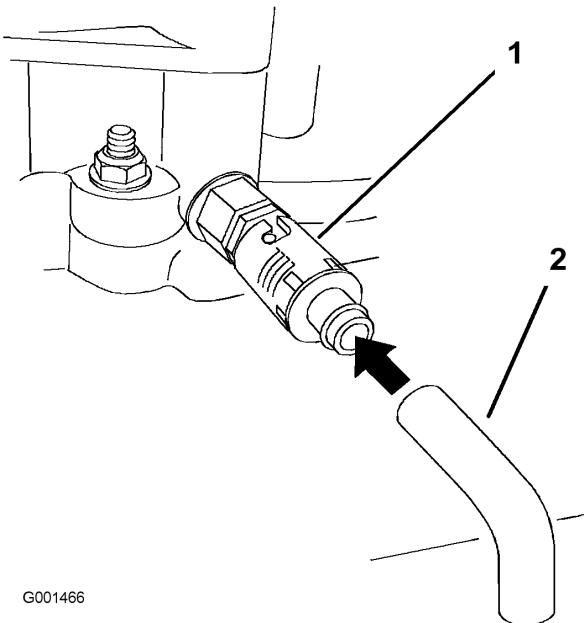

Figura 28
6. Coloque un recipiente debajo del tubo de vaciado. Gire la válvula de vaciado para que se drene el aceite (Figura 28).
- Retire el tubo de vaciado (Figura 28).